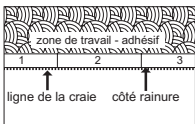

Figure 11b
- S'assurer de ne pas étaler d'adhésif trop loin de la zone de travail (Figure 11b).